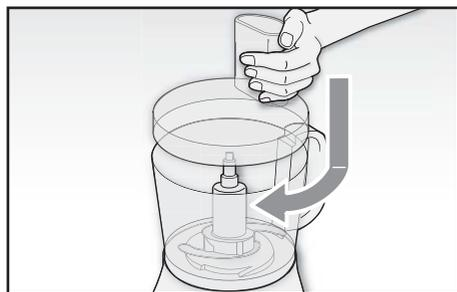
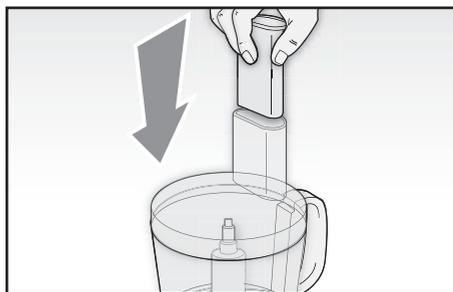

Fig. 9
Fig. 10
- 1 Inserire gli ingredienti nella ciotola (P). Se possibile, tagliare gli alimenti solidi a piccoli pezzi (1,5 x 1,5 cm). Non inserire alimenti oltre il livello massimo indicato sulla ciotola.
- 2 Inserire il coperchio (O) sopra la ciotola (P) allineando la tacca presente sul coperchio col simbolo (☐). Bloccare il coperchio (O) a scatto ruotandolo in senso orario (🔒) (Fig. 9).
- 4 Girare la manopola di regolazione della velocità (A) per mettere in funzione l'apparecchio. È possibile selezionare tre modalità di funzionamento: velocità minima ("1"), velocità massima ("2") e ad impulsi ("P"). Per un funzionamento ottimale della modalità a impulsi, tenere girata la manopola per massimo 2/3 secondi per volta.
- 5 Per aggiungere ingredienti durante il funzionamento, usare il foro presente sul coperchio (O). Spingere gli alimenti inseriti con l'ausilio del pressatore (G) (Fig. 10).
- 5 Inserire gli ingredienti tramite il foro presente sul coperchio (O). Spingere gli alimenti inseriti con l'ausilio del pressatore (G) (Fig. 10).